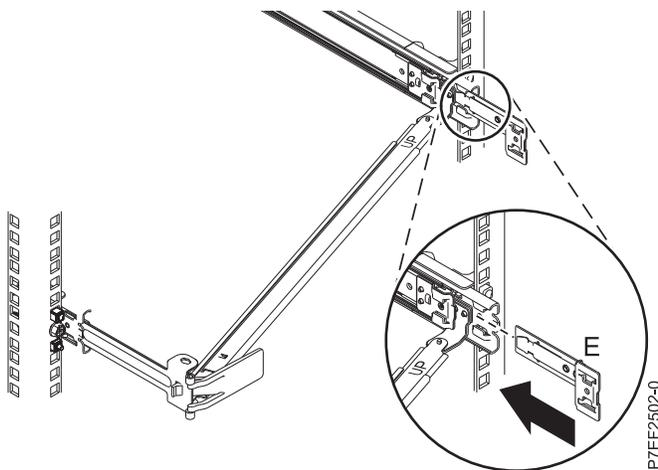

Figura 13. Instalación de la abrazadera de extensión en el riel deslizable
- Deslice la abrazadera de extensión (E) en el riel deslizable derecho hasta que la patilla accionada por resorte quede encajada en su sitio. Para obtener detalles, consulte la Figura 13.